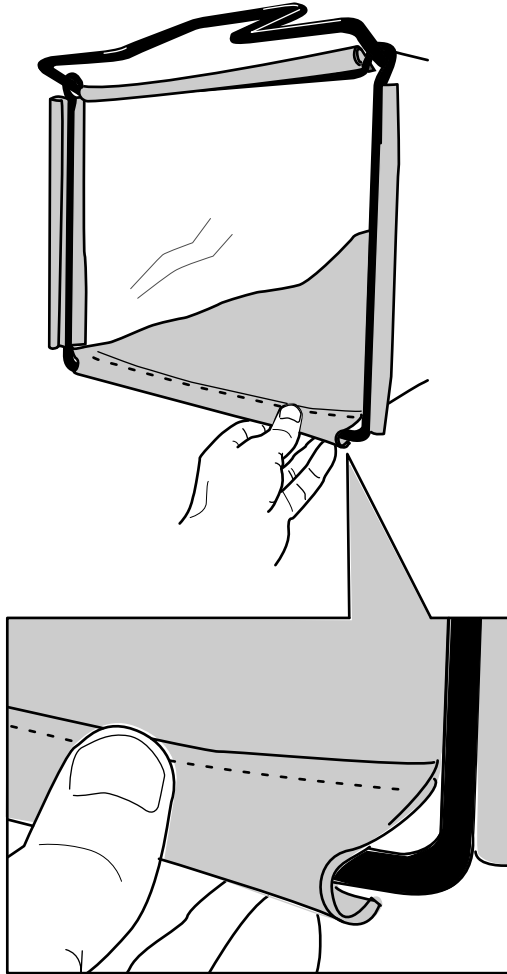

Figura 12
2. Agganciate il canale inferiore del cesto sul fondo del telaio (Figura 12).
3. Agganciate i canali superiore e laterali del cesto rispettivamente sulle parti superiore e laterali del telaio (Figura 12).